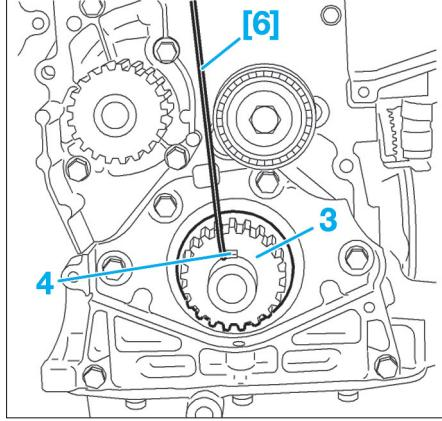

FIG. 16
- [6]. Pige de calage de la roue dentée de vilebrequin (Fig.16).
- Piger la roue dentée de vilebrequin (3) à gauche de la clavette (4) avec la pince [6] (Fig.16).